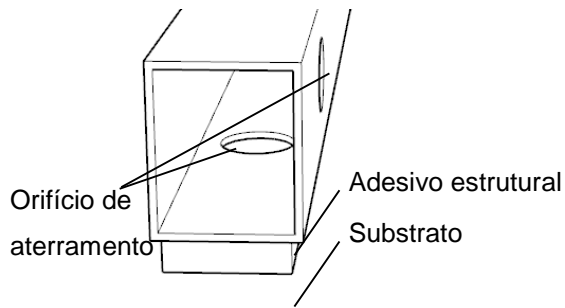
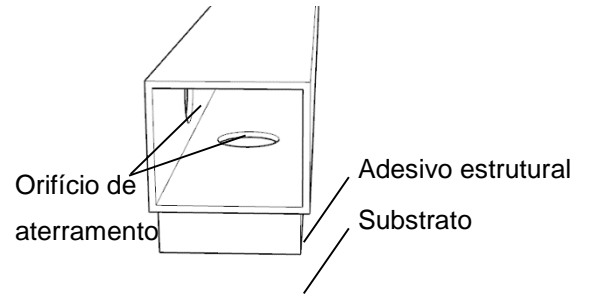

Figura 13
Figura 14
- ⑤ Há um orifício de aterramento no tubo de suporte, e um lado do orifício de aterramento não deve ficar voltado para a parte traseira do produto para evitar que as rebarbas no orifício de aterramento arranhem e perfurem a parte traseira do produto. Os dois tubos de suporte no meio (como mostrado na Figura 13) são erguidos e instalados em uma altura de instalação mais alta, e os outros tubos de suporte em ambos os lados (como mostrado na Figura 14) são instalados de forma plana e em uma altura mais baixa, como mostrado abaixo